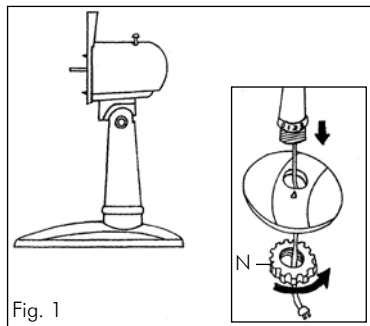
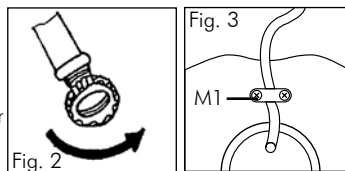

Fig. 1
Fig. 2
- Blockiermutter «N» der Basis (durch Linksdrehung) vom Fußteil «K» (Fig. 1 und Fig. 2).